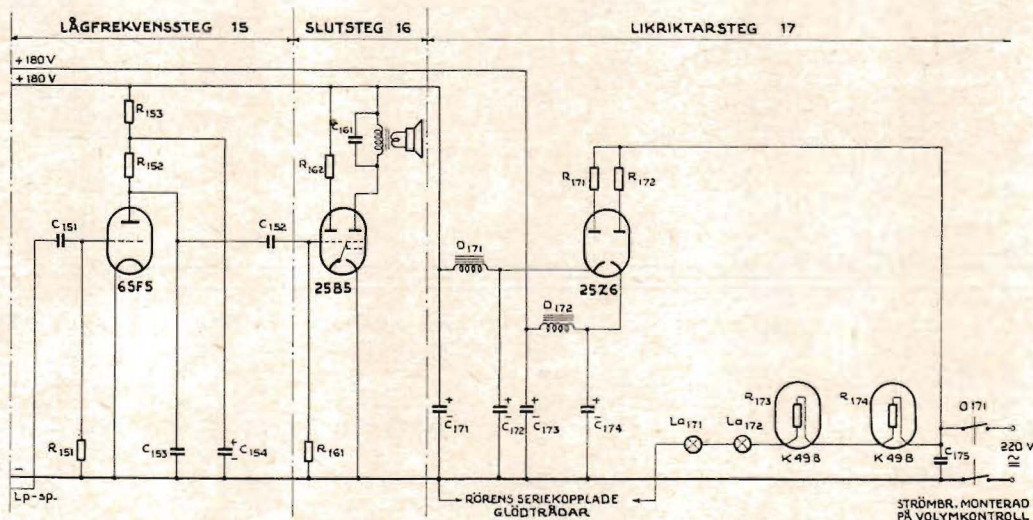

Fig. 10. Schema av dubbelsuperens lågfrekvens-, slut- och nätliriktarsteg. I schemat ingående motstånd, kondensatorer och drosslar äro:
Mottagaren är vidare försedd med ett indikatorsteg (12) med 6AF6G, för vilket rör arbetskurvor införts i fig. 10. Styrelektroden äro anslutna till andra mellanfrekvensstegets skärmgaller, vars spänning varierar med den till röret tillförda AVK-spänningen (glidande skärmgallerspänning). Då ingen signal tages